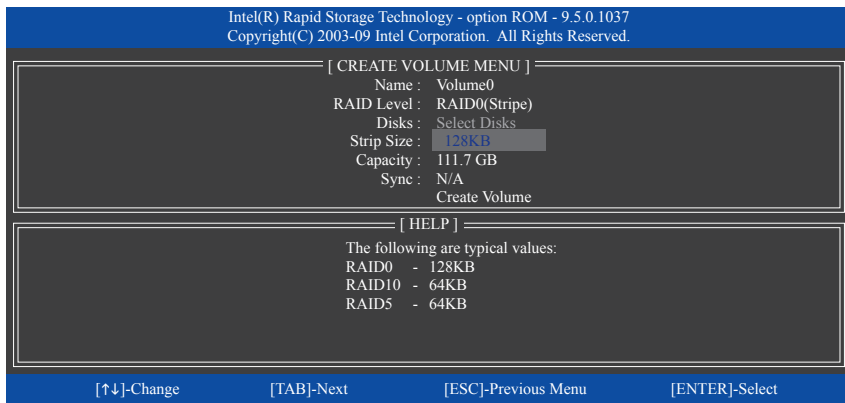

図 5
**Disks** アイテムの下で、RAID アレイに含めるハードドライブを選択します。取り付けたドライブが 2 しかない場合、ドライブはアレイに自動的に割り当てられます。必要に応じて、ストライプブロックサイズ (図 5) を設定します。ストライプブロックサイズは 4 KB~128 KBまで 設定できます。ストライプブロックサイズを選択してから、<Enter> を押します。